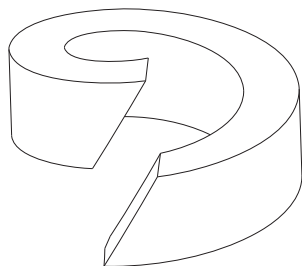

Bild 7: Packungsring
- Beim Zuschneiden der Stopfbuchsabdichtung von der Schnur auf einen schrägen Schnittverlauf achten (siehe Bild 7).